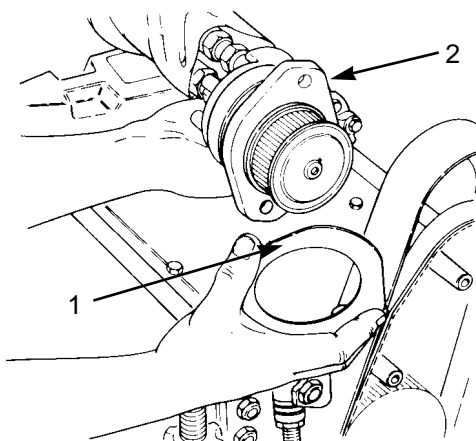

図10
2. 出荷用カバーは廃棄する。駆動プレート・シールドをリール・モータのフランジに取り付ける(図10)。シールドの一番幅の広い部分が上になるように取り付けること。